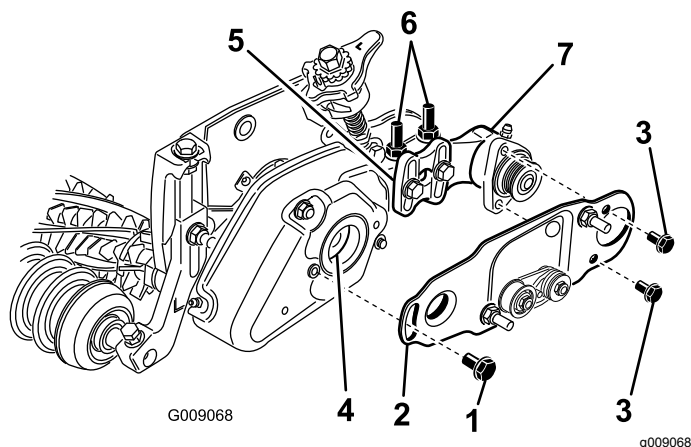

Figura 27
12. Desaperte, mas não remova, os parafusos que fixam a caixa de rolamentos da escova do rolo ao suporte de montagem da mesma (**Figura 27**).
13. Instale a placa de articulação da escova do rolo (**Figura 27**). Certifique-se de que o olhal assenta devidamente na cobertura quando a saliência na placa articulada é inserida no olhal na cobertura.
14. Aplique Loctite 243 (azul) aos dois parafusos de 5/16 pol. x 5/8 pol. e utilize-os para montar a placa da escova na caixa de rolamentos da escova do rolo (**Figura 27**). Aperte os parafusos com uma força de 20 a 25 N·m.
- Desaperte as (2) porcas flangeadas de retenção que fixam o suporte de montagem da escova do rolo à placa lateral da unidade de corte (**Figura 27**).
- Rode a caixa de rolamentos da escova do rolo, até que a placa da escova fique paralela à placa lateral da unidade de corte (**Figura 27**).
- Aperte as (2) porcas flangeadas de retenção que fixam o suporte de montagem da escova
do rolo à placa lateral da unidade de corte (Figura 27).
19. Aplique Loctite 243 (azul) ao parafuso com olhal (Figura 27). Prenda a placa da escova na cobertura do rastelo, usando o parafuso com olhal. (Figura 27). Aperte o parafuso com uma força de 20 a 26 N·m.